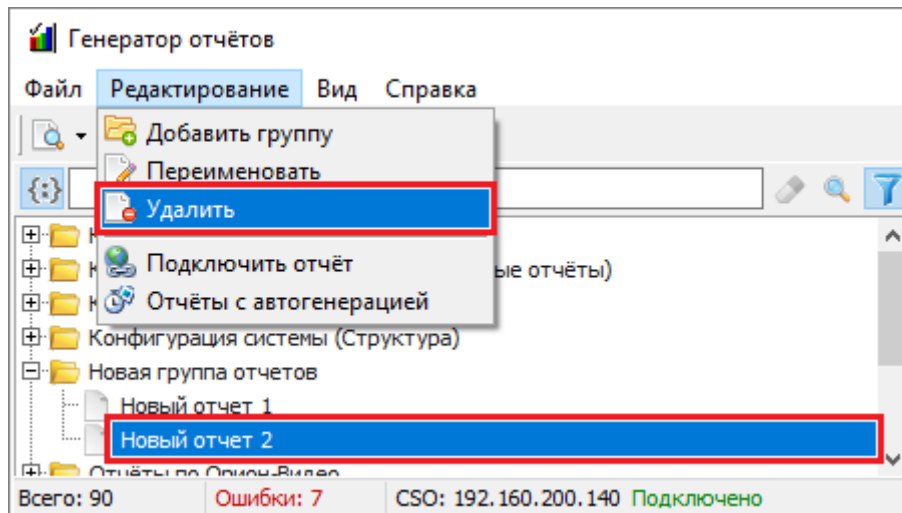

Рисунок 11-306 Удаление отчета через меню "Редактирование"
- выберите в меню «Редактирование» (см. п. 11.5.1.2) пункт « Удалить» (см. Рисунок 11-306);